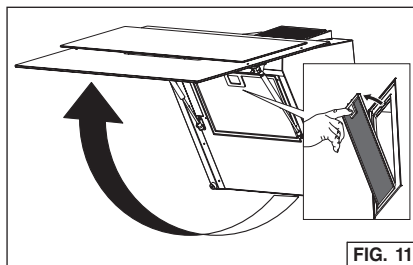

FIG. 11
5. Levante el panel de vidrio central y retire el filtro de grasa. Fig. 11.